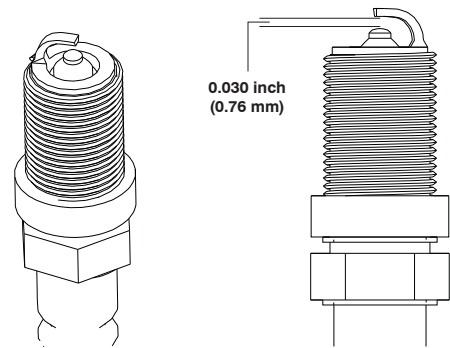

Figure 30
18. Définir le jeu de la bougie sur 0,030 po (0,76 mm) (Figure 30)